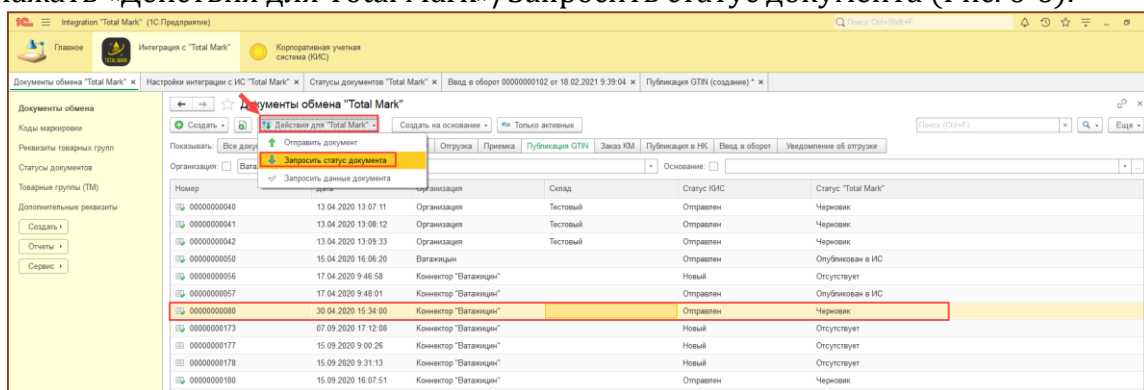

Рис. 6-6 - Публикация GTIN
- 7) После того, как товар опубликован в GS 1, можно получить статус документа в КИС. Для этого следует открыть список публикаций в КИС, выделить документ и нажать «Действия для Total Mark»/Запросить статус документа (Рис. 6-6).